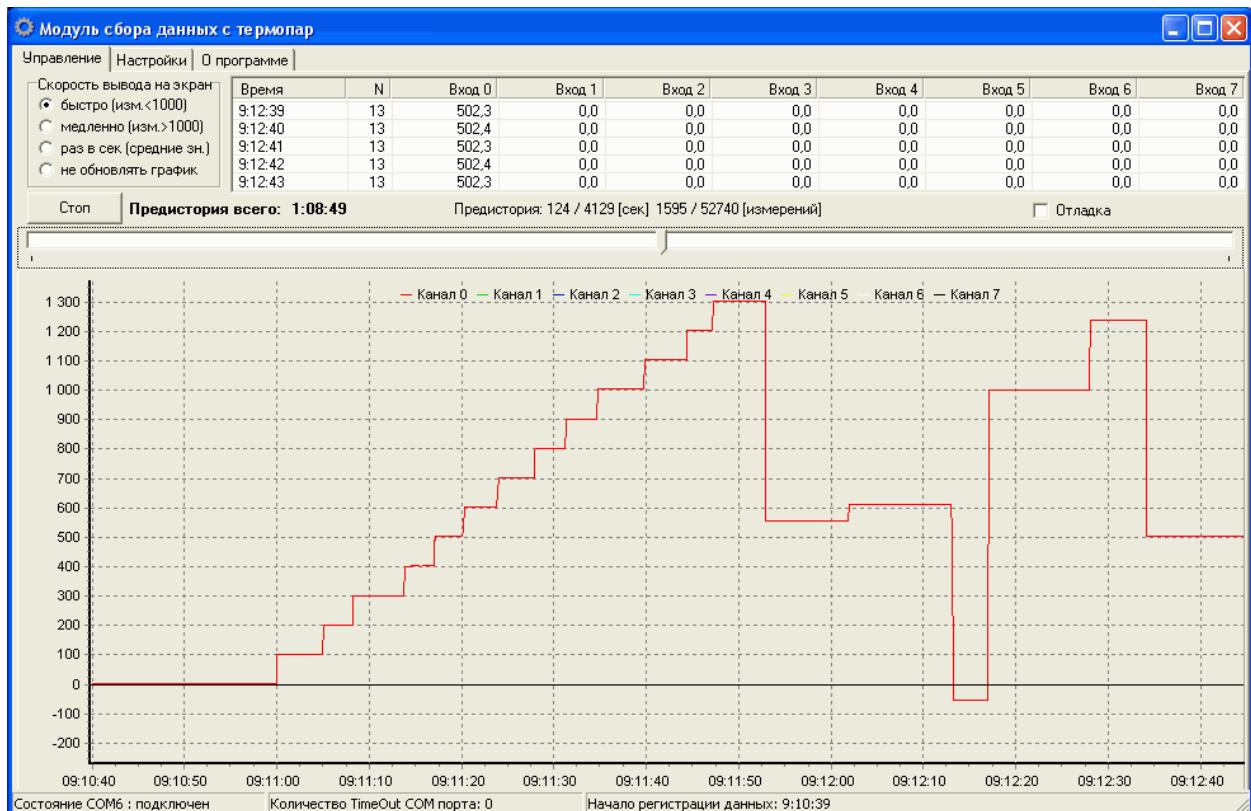

Рисунок 5.2. Процесс сбора данных с термопар.
5.2.4. Для начала процесса сбора информации с термопар необходимо перейти в закладку "Управление" и нажать кнопку 'Пуск'. По окончании процесса кнопку 'Стоп' (см. Рис. 5.2).